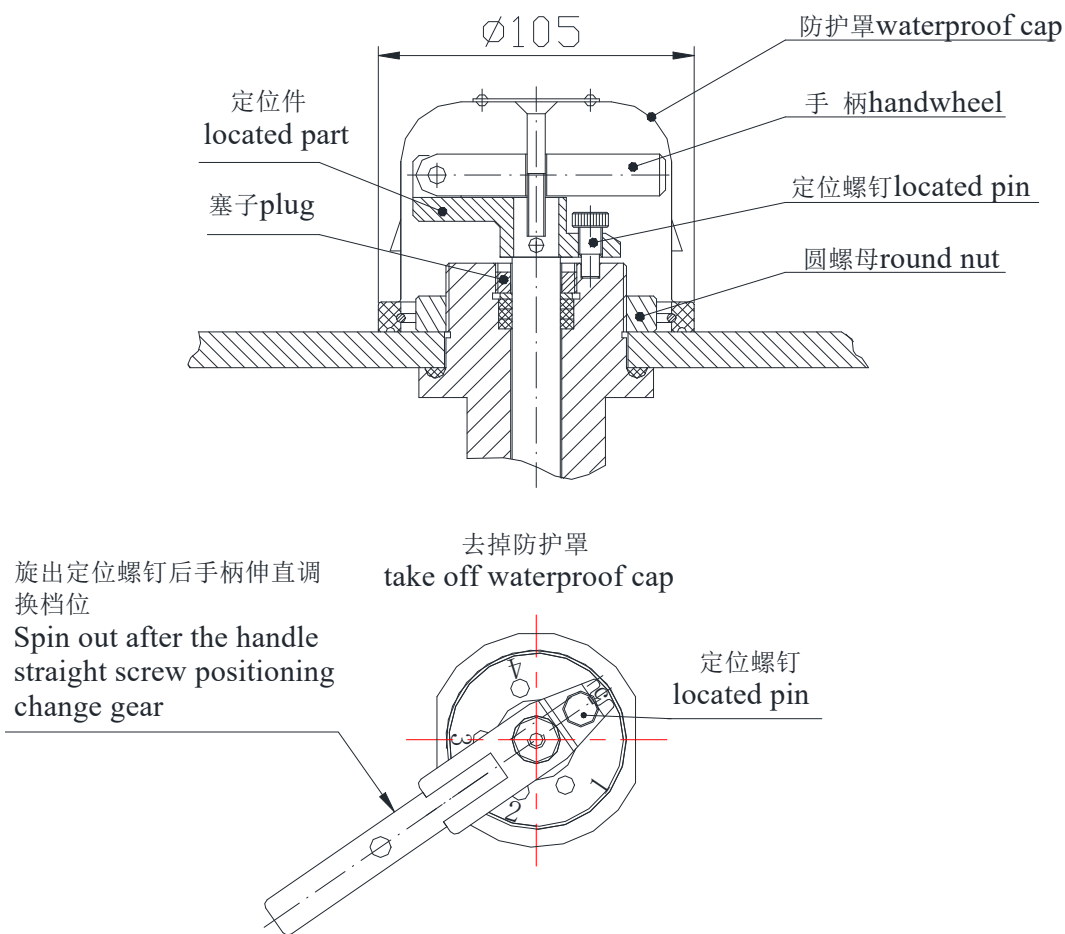

图 2
5.6 分接开关在安装使用前放在 105°C±5°C烘箱中或与变压器器身一起干燥 24~48 小时进行去潮，干燥后如分接开关沿转轴渗油，请将塞子旋紧即可，如沿变压器箱盖渗油，请将圆螺母旋紧即可。见图 2
如图 2：旋下防护罩，旋下圆螺母，将以上零件放到一起，不要丢失。然后将带有“O”型密封圈的开关从箱盖下面向上伸出，用圆螺母将开关固定在变压器箱盖上，并将开关尾端支板与变压器的焊块用螺栓固定住，注意一定要保证开关的本体与箱盖平行以保证主传动部分的齿轮齿条正确啮合。
7.1 如图 2：旋下防护罩，旋出定位螺钉，伸直手柄，往返旋转手柄 3~5 个循环，然后将手柄旋到需要的分接位置上，再左右微动手柄几次，将定位螺钉旋入法兰档位定位孔内，再将上述各件复原，有条件的最好对其接触情况测量，以验证其接触可靠性。